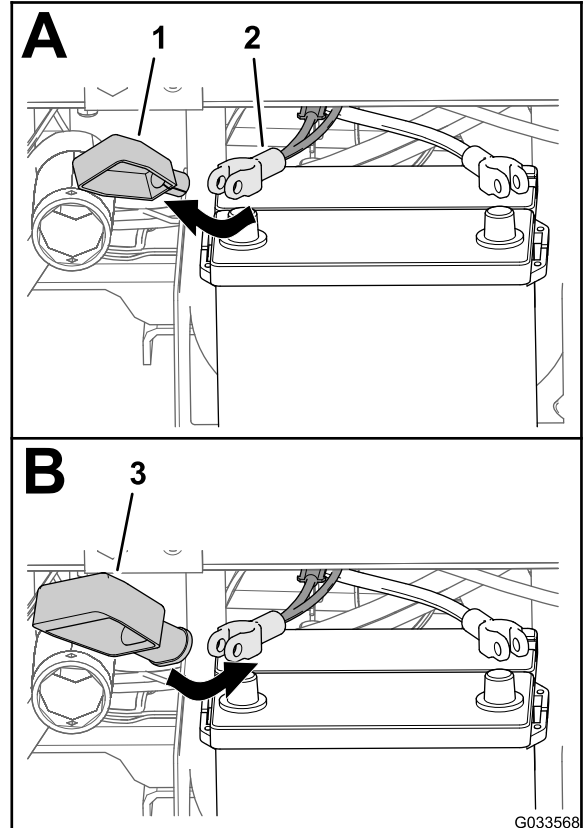

図 26
2. プラスケーブルからバッテリーカバー幅狭を外す 図 26。
3. バッテリーのプラスケーブルに、図 26のように幅広カバーを取り付ける。